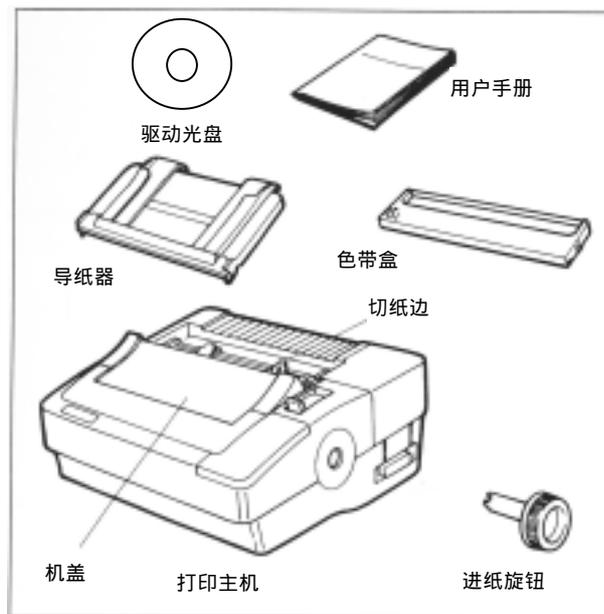

图 1-1 打印机包装箱内的组件
在打印机包装箱内，应具有六种组件。这些组件包括：①《用户手册》；②色带盒；③导纸器；④进纸旋钮；⑤打印主机；⑥驱动光盘（如图 1-1 所示）。如有遗漏，请与有关经销商联系。
该打印机的主要部件如图 1-1 和图 1-2 所示。